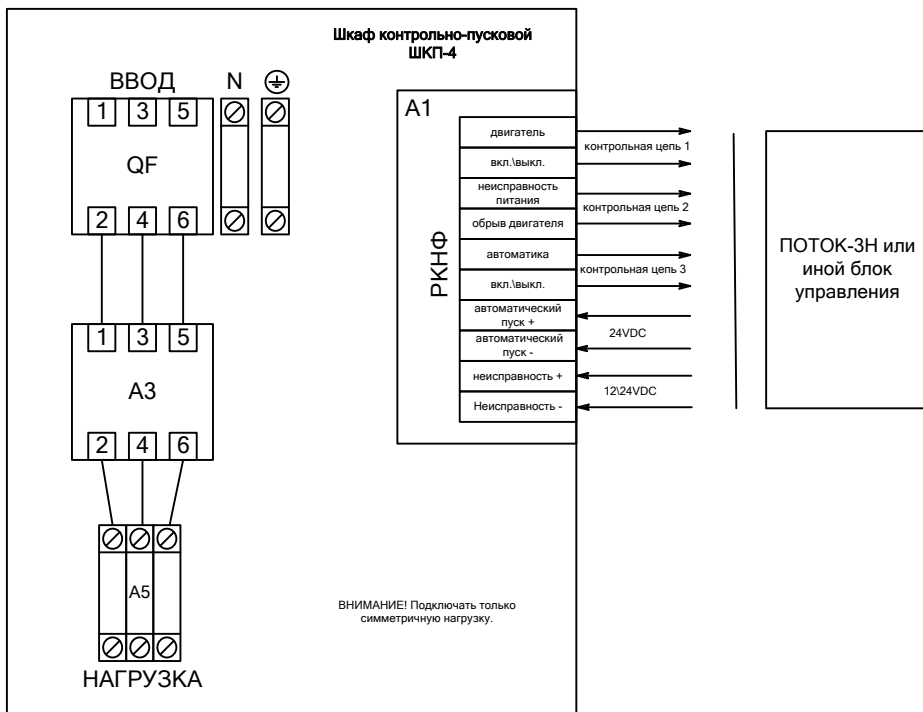

Рисунок 3. Вариант подключения шкафа при эксплуатации с трехфазной нагрузкой и блоком Поток-ЗН
- 3) подключить к шкафу провода питающего сетевого напряжения, цепей нагрузки и контроля состояния согласно схеме электрической рис. 3;
- Максимально допустимое отклонение напряжения выставляется потенциометром 2 (см. рис. 3). $\Delta U_{\text{ном}}$ определяет одновременно верхний и нижний пороги срабатывания. Таким образом, входное напряжение будет считаться допустимым в диапазоне от $(220 - \Delta U_{\text{ном}})$ В до $(220 + \Delta U_{\text{ном}})$ В. $\Delta U_{\text{ном}}$ может принимать значения от 0 В (крайнее левое положение потенциометра) до 80 В (крайнее правое положение потенциометра).
- Время интегрирования неисправности (время задержки срабатывания) выставляется регулятором 3 (см. рис. 3). t_c определяет время накопления неисправности (восстановления) и может принимать значения от 0 с (крайнее левое положение потенциометра) до 16 с (крайнее правое положение потенциометра).